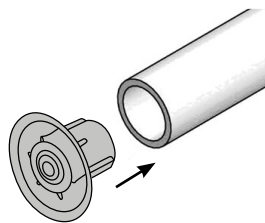

Рис.17
- 5.2. Вставить в нижнюю трубку заглушки с обеих сторон (Рис.17).